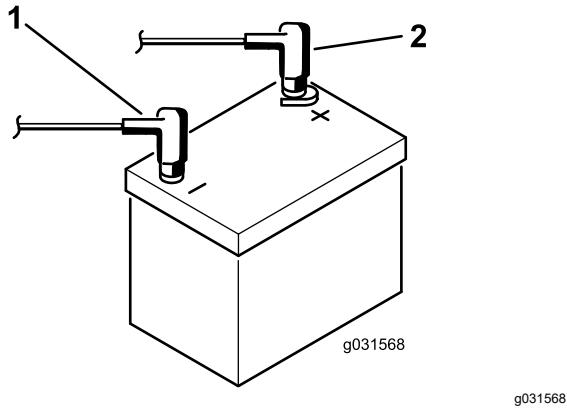

Bild 4
8. Klemmen Sie das Pluskabel (Rot) am Pluspol (+) der Batterie und das Minuskabel (Schwarz) am Minuspol (-) der Batterie an und befestigen die Kabel mit den Kopfschrauben und Muttern (Bild 4).